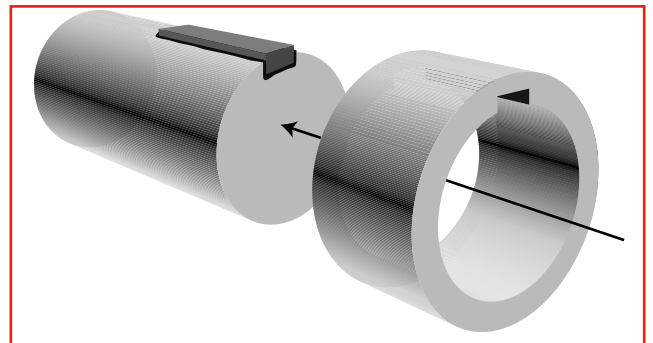

Figura 24. Alinear la cuña, la flecha y el casquillo inmediatamente.
**5. Reposicione inmediatamente** la flecha en su base para alinear apropiadamente la cuña, flecha y base. Déjelos ensamblados. (Vea la figura 24)..